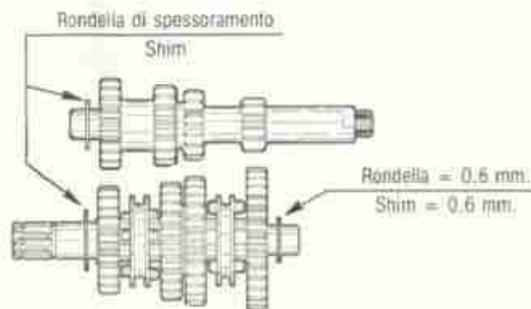

FIG. 27 Cambio a 4 velocità 4 speed gear-box
- 3) **VERIFICARE** l'integrità del cambio e montare le rondelle di rasamento al giusto posto. Nel caso di sostituzione assicurarsi che esso sia montato nelle stesse condizioni di lavoro del precedente e con un gioco assiale **inferiore a 0,1 mm**. Per ottenere ciò rilevare la distanza dei rasamenti sul carter (compresa la guarnizione centrale) e sul pezzo e compensare la differenza con rondelle di spessoramento montandole come indicato in figura (fig. 27).